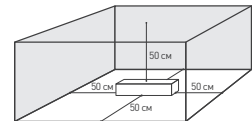

Рис. 5. Свободное пространство вокруг контроллера
4.2. Для соблюдения температурного режима работы обеспечьте не менее 50 см свободного пространства вокруг контроллера (см. рис. 5).